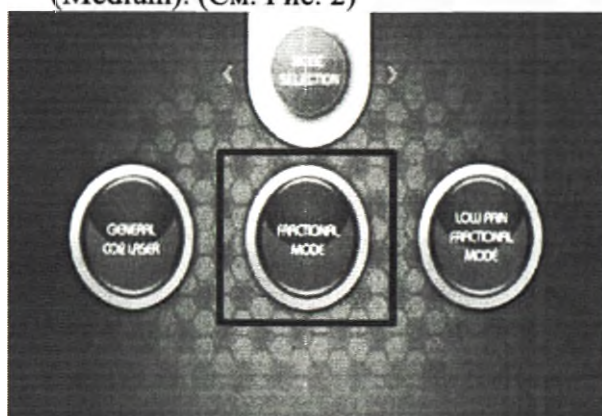

Рис.1
1. После включения прибора, выберите фракционный режим. (Смотрите рис. 1)